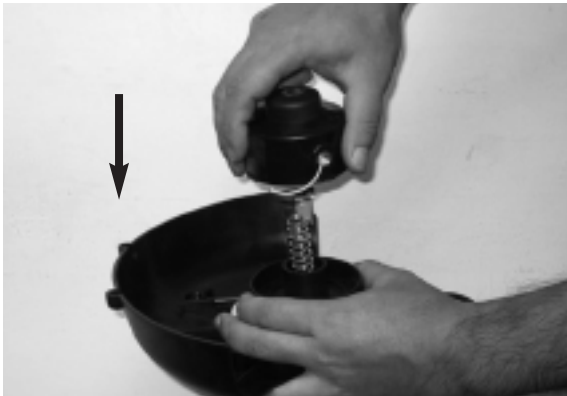
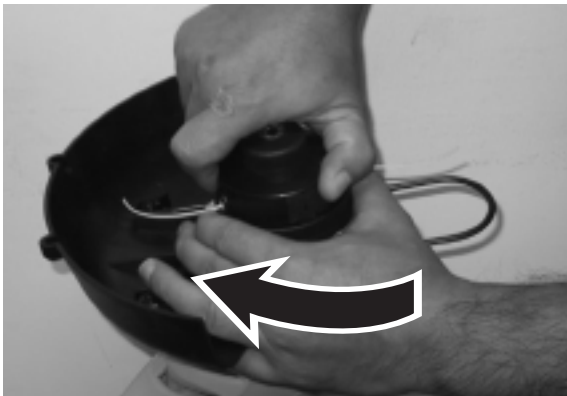

Fig. 27
Fig. 28
8. Asegúrese de insertar el resorte, ensamblar el rotor y el portador de rotor de nuevo en la podadora. Para hacerlo, empuje la cabeza y gírela hacia la derecha hasta que embone. (Fig. 27 y Fig. 28)